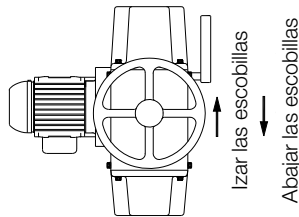

Figura 5.3: Volante para accionamiento manual
Con la palanca (8) en la posición "Manual" girar el volante (7) para izar las escobillas y cortocircuitar los anillos colectores o abajar las escobillas y abrir el cortocircuito de los anillos colectores, como se muestra en la Figura 5.3.